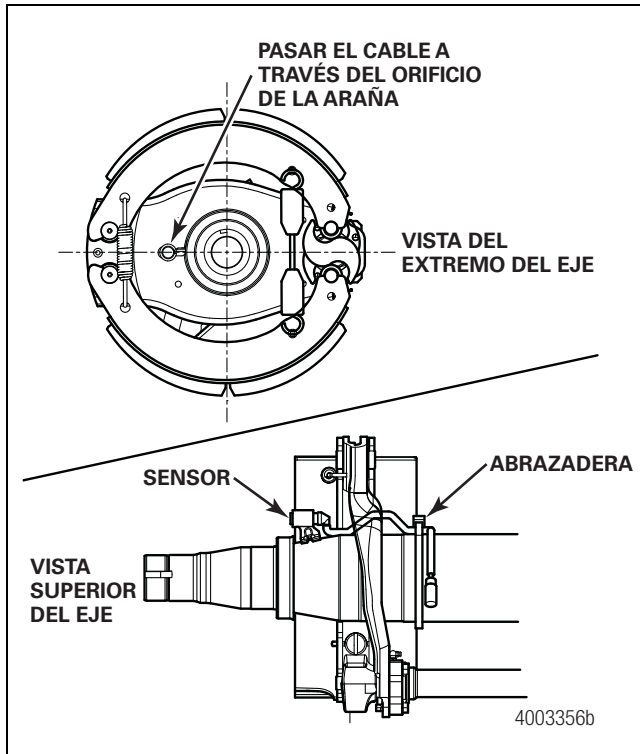

Figura 12.11
- Para ubicar el sensor en la parte inferior de un eje, primero hay que encaminar los cables del sensor hacia la parte superior del eje dentro del alojamiento del freno. Luego, se encaminan a través del equipo del freno. Figura 12.11.
1. Los frenos de levas que se producen actualmente incorporan un orificio en la araña para el encaminamiento del cable del ABS. Figura 12.11.